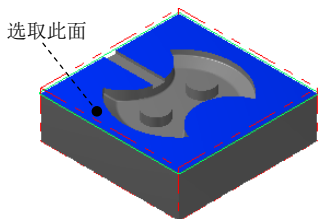
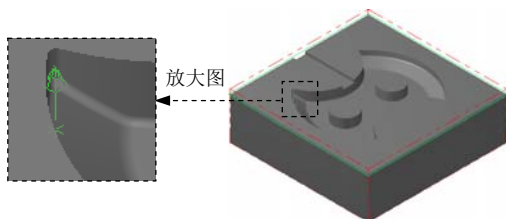

图 22.10 定义附着面
图 22.11 定义边界位置
(1) 选择命令。选择下拉菜单 **绘图 (C)** → **曲面曲线 (V)** → **单一边界 (O)...** 命令。
(2) 定义附着曲面和边界位置。在图形区中选取图 22.10 所示的面为附着曲面，此时在所选取的曲面上出现图 22.11 所示的箭头。移动鼠标，将箭头移动到图 22.11 所示的位置单击鼠标左键，此时系统自动生成创建的边界预览。单击  按钮完成指定边界的创建。